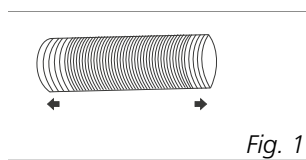
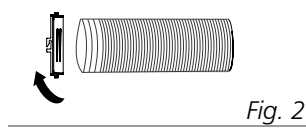

Fig. 1
Fig. 2
- 1 Estendere entrambi i lati del tubo flessibile (Fig. 1) e avvitare l'ingresso del tubo flessibile (Fig. 2).